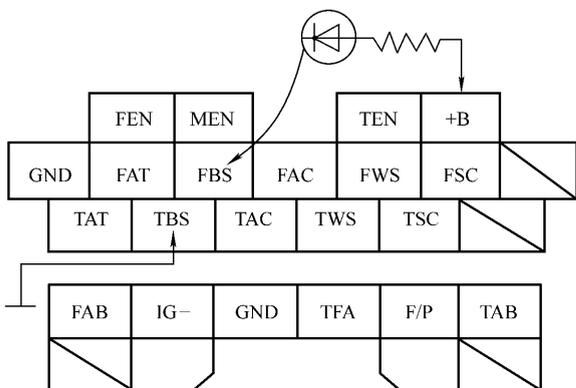

图 6-74 跨接诊断检查插座 FBS 和 +B 端子并使 TBS 端子搭铁
1) 接通点火开关, 按图 6-74 所示, 用专用的检测测试灯跨接在诊断检查插座 FBS 和 +B 端子之间, 并将 TBS 端子用跨接线搭铁。